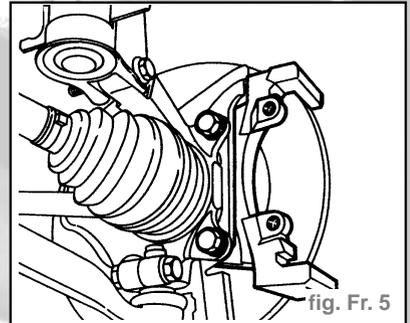

fig. Fr. 5
- Dévisser les vis de fixation de l'étrier de soutien du corps d'étrier et l'enlever (fig. Fr. 5).